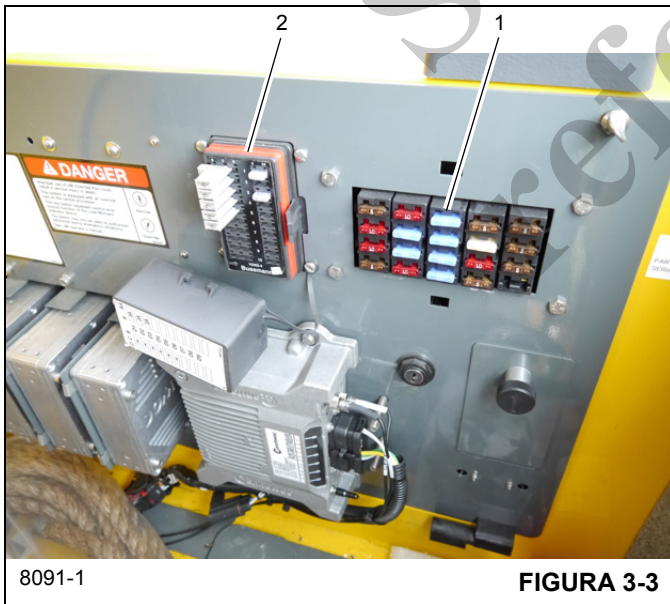
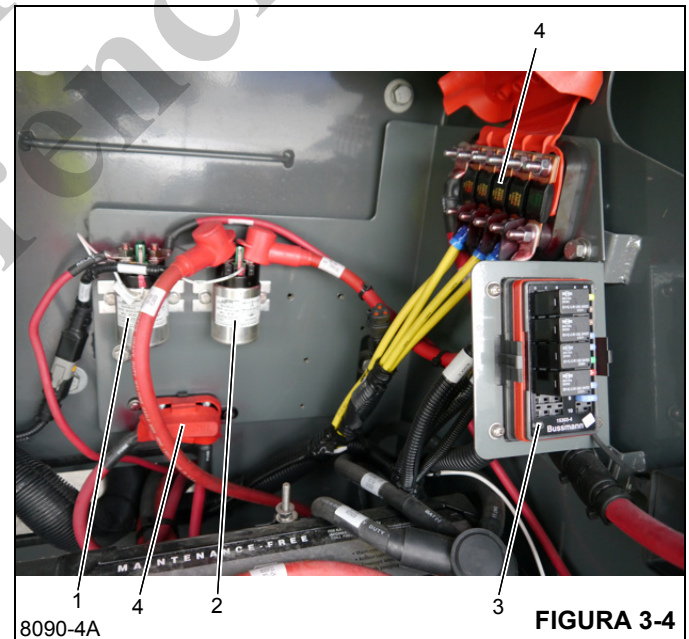

FIGURA 3-3
FIGURA 3-4
Los fusibles están ubicados detrás del asiento en la cabina (Figura 3-3) y el tablero de fusibles de la caja de baterías (3) (Figura 3-4) en la caja de baterías.
Los relés se encuentran en la parte trasera de la caja de baterías (Figura 3-4): Incluye relé de arranque K-301 (1) y relé del calefactor de rejilla K-302 (2).